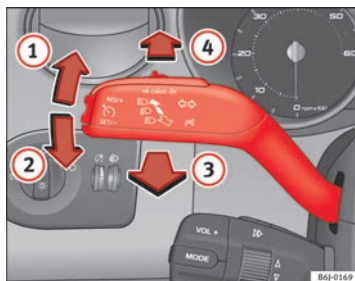

Fig. 59 Levier des clignotants et des feux de route
- Levez le levier jusqu'en butée $\Rightarrow$ fig. 59 ① pour actionner les clignotants **droits** ou abaissez-le jusqu'en butée ② pour actionner les clignotants **gauches**.
- Déplacez le levier vers l'avant $\Rightarrow$ fig. 59  pour allumer les feux de route.